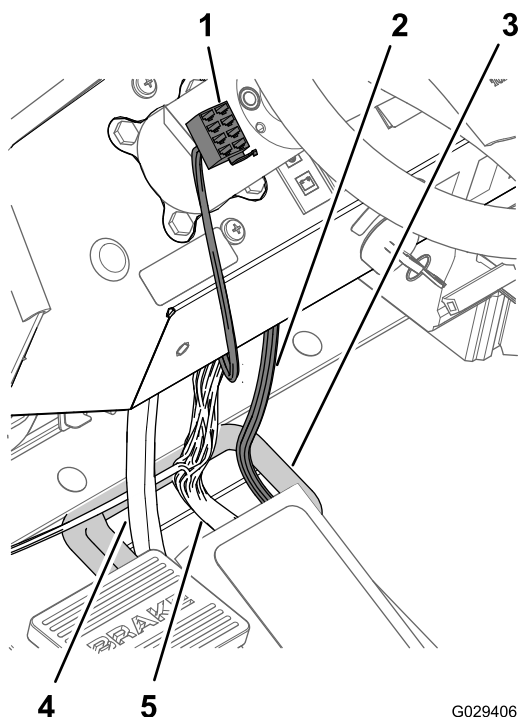

図 15
4. ダッシュパネル用の 240cm の枝線の8口コネクタを、ダッシュパネルを横断させてステアリングコラムの左側まで導く 図 15。